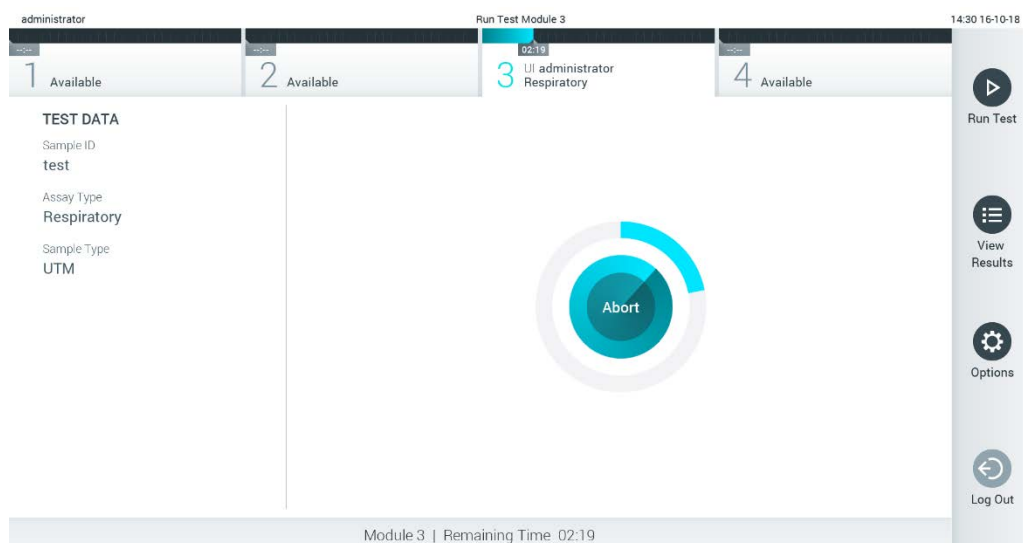

Figura 28. Schermata di esecuzione del test e del tempo rimanente.
9. Mentre è in corso il test, sul touchscreen viene visualizzato il tempo rimanente (Figura 28).